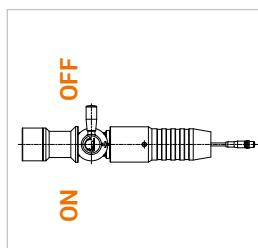

Figure 5
- ▶ Décrochez le nozzle de ravitaillement du distributeur. Le levier de commande (pos. 3) doit être en position OFF (*Figure 5*).